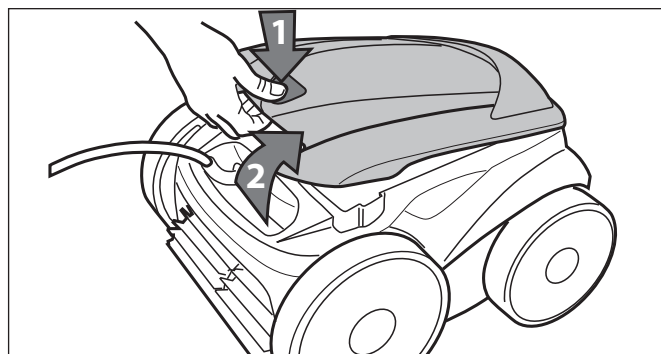

Figura 20. Levante la cobertura del limpiafondos
5. Empuje la cubierta de seguridad (1) y levante la cubierta (2) hasta que quede asegurado en la posición vertical. Vea la Figura 20.